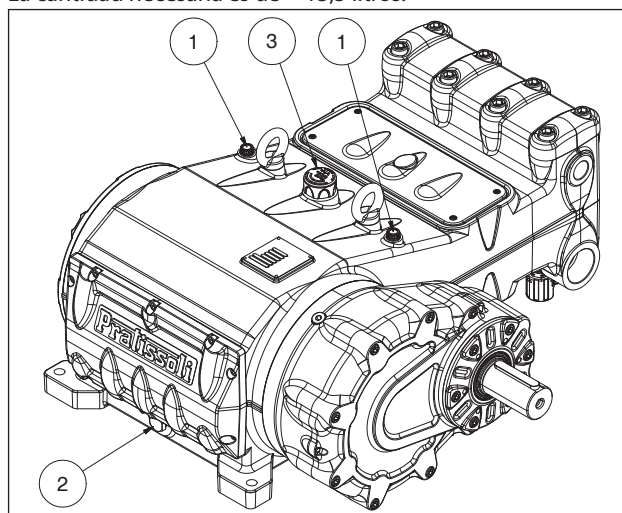

Fig. 3
Controlar el nivel de aceite utilizando las varillas de nivel con marca de mínimo y máximo ①, Fig. 3.
Si es necesario, repostar a través del tapón de aceite ③, Fig. 3. Para controlar de manera correcta el nivel del aceite, la bomba debe estar a temperatura ambiente. El cambio de aceite se debe realizar con la bomba a temperatura de trabajo, quitando el tapón pos. ②, Fig. 3.